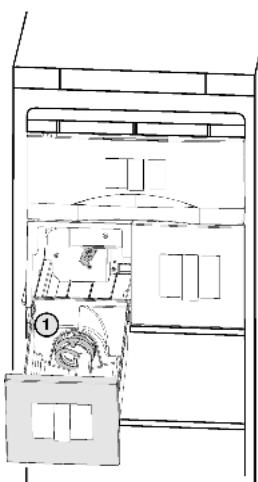

Fig. 9
- После очистки снова вдвиньте емкость до упора. Если емкость не удается вдвинуть до конца, вращайте шnek Fig. 9 (1).